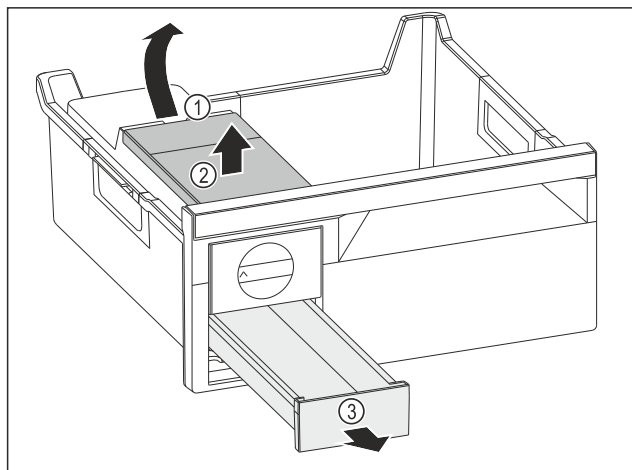

Fig. 95
- ▶ Vyjmutí nádržky na vodu: Zvedněte nádržku na vodu za vybrání Fig. 95 (1).
- ▶ Nádržku na vodu Fig. 95 (2) vyjměte nahoru.
- ▶ Zásuvku na kostky ledu Fig. 95 (3) vyjměte dopředu.